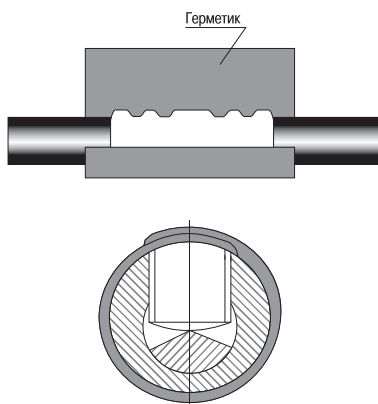

Рисунок 8
4.15 Обезжирить гильзы и прилегающие к ним участки трубок на расстоянии не менее 50 мм. Обернуть гильзы пластиной герметика (из комплекта «Герметик для гильзы»), для чего снять с одной стороны пластины бумагу, расположить её симметрично относительно середины гильзы, край пластины расположить на местах срыва головок болтов (пластина должна полностью закрыть места срыва головок болтов) и обернуть гильзу, постепенно снимая бумагу. После обертывания гильзы места срыва головок болтов должны быть закрыты пластиной в два слоя. Обжать пластину рукой (рисунок 8).